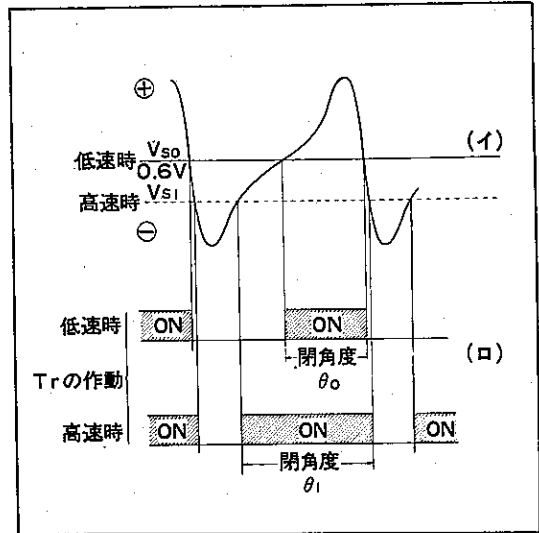

図5-25 高速時の閉角度
以上のことをまとめると図5-25のようになります。
このため点火時期を遅らすことなく図5-25④のように高速時に閉角度を大きくすることができます。